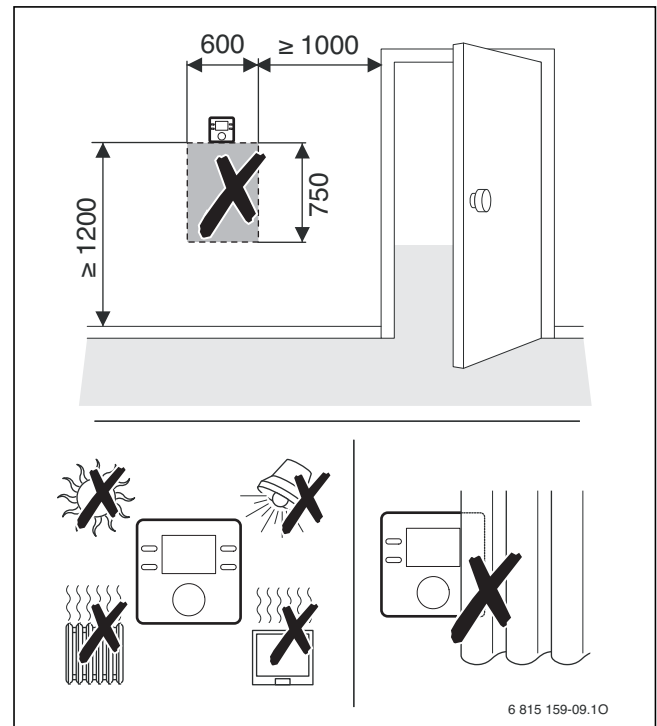

Bild 61 Position der Bedieneinheit oder des externen Raumtemperaturfühlers im Referenzraum (Maße in mm)
- Bedieneinheiten für die raumtemperaturgeführte Regelung im Referenzraum installieren (→ Bild 61).